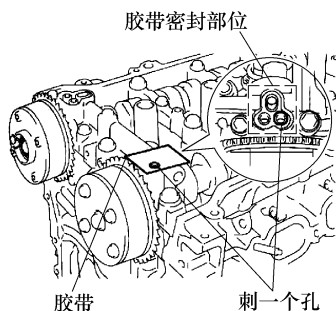

图 1-76 在胶带上刺一个孔
- ① 检查凸轮轴正时齿轮的锁止情况。
- ② 清理和除去 1 号凸轮轴轴承盖进气侧上 VVT 机油孔的残留油脂后, 用胶带或同等品将机油孔完全密封, 如图 1-76 所示, 以防止空气泄漏。
- ③ 如图 1-76 所示, 在密封机油孔的胶带上刺一个孔。